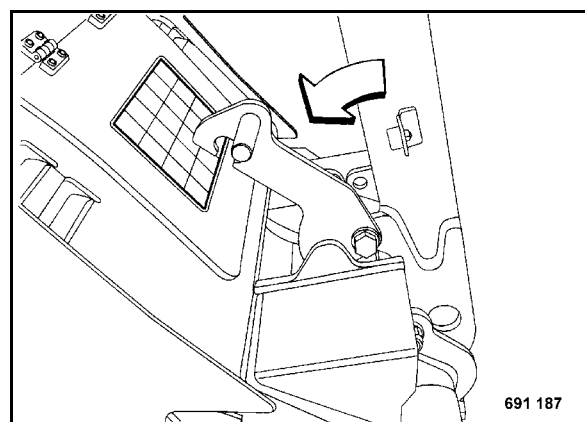

рис. 31
- Вертикально установить направляющее дышло и ввести в зацепление рычаг защелки (рис. 31).